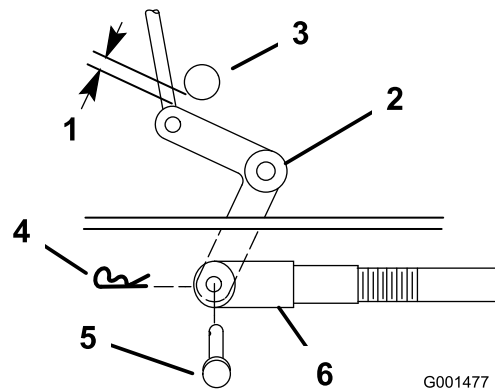
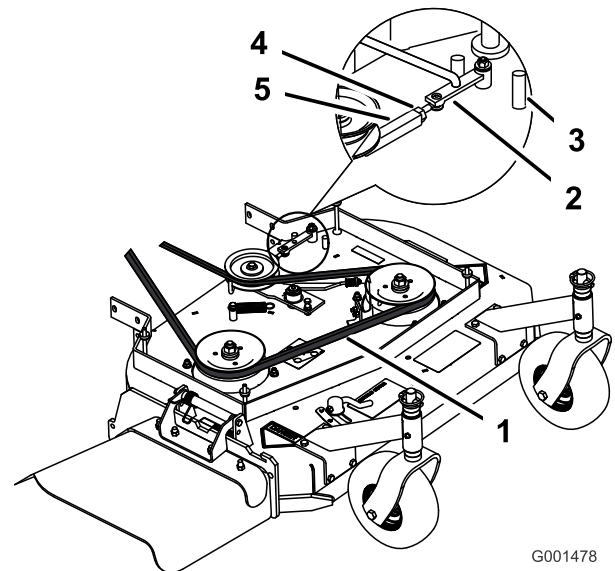

Figura 42
Figura 43
9. Compruebe la distancia entre la palanca acodada y el eje de salida de la transmisión (Figura 42).
10. Retire el pasador de horquilla y el pasador de seguridad de la palanca acodada (Figura 42).
11. Gire la horquilla en sentido horario para aumentar la distancia; gírela en sentido antihorario para reducirla (Figura 42).
**Nota:** Si el brazo auxiliar no entra en contacto con el tope delantero de la carcasa de corte (Figura 43), ajuste la horquilla para acercar la palanca acodada al eje de salida de la transmisión (Figura 42).